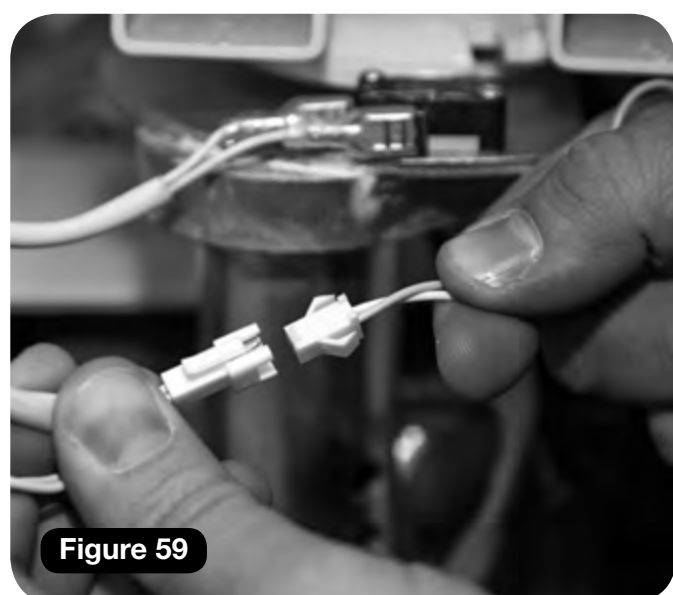

Figure 59
- Connectez le faisceau de l'interrupteur à clé (orange et vert) jusqu'au connecteur du faisceau du bouton de pivotement (2 x blanc) (**Figure 59**).